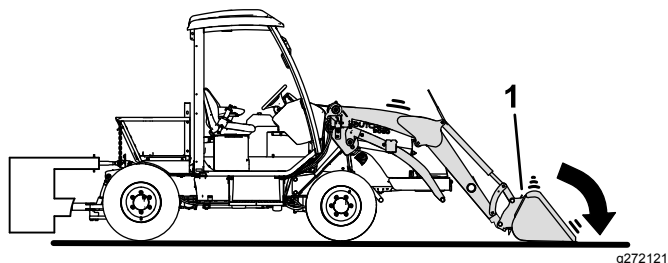

Figura 44
2. Alivie a pressão em cada braço do carregador rodando ligeiramente o acessório carregador para a frente e descendo-o para o solo (**Figura 44**).